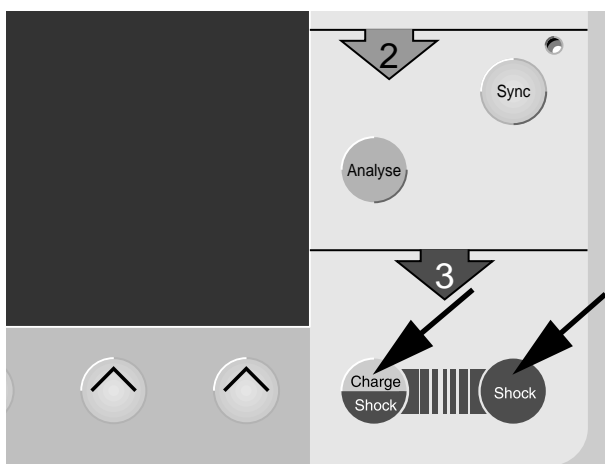

Bild 15-7. Tasten zum Auslösen des Defibrillationsimpulses
- Lösen Sie jetzt innerhalb der nächsten 30 s den Defibrillationsimpuls aus. Drücken Sie dazu gleichzeitig die beiden Tasten an den Paddles (bei Klebeelektroden die beiden Tasten  und  am Gerät (Bild 15-7)).